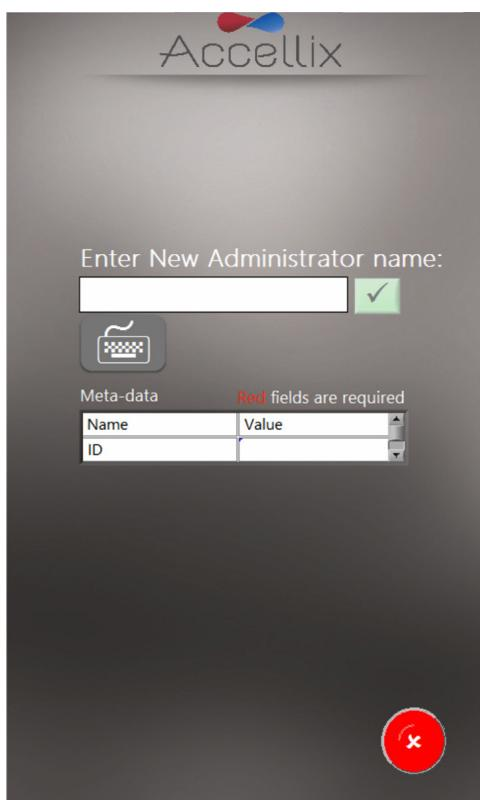

Figura 11: Pantalla de Añadir usuario
1. Pulse en el icono de **Añadir** . Aparece la pantalla de **Añadir usuario** (Figura 11):